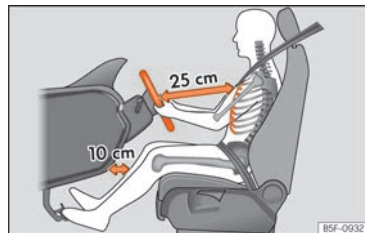

Fig. 15 La separación correcta entre el conductor y el volante debe ser de 25 cm como mínimo (10 pulgadas).
- Ajuste el volante de modo que quede a una distancia de, por lo menos, 25 cm (10 pulgadas) del esternón » » » **fig. 15** y lo pueda sujetar con ambas manos por los lados, por la parte exterior, con los brazos ligeramente flexionados.